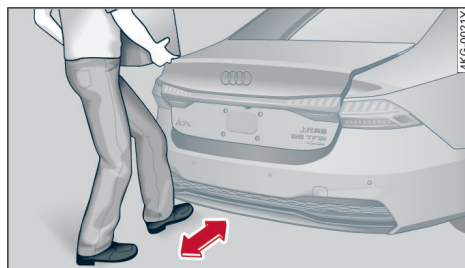

图 35 车尾：踢腿运动（实例）
- ▶ 把脚踢一下子运动到保险杠下方, 然后抽回 ⇨ 图 35。此时不要接触保险杠。请保证站稳。如果系统识别到此运动, 那么行李厢盖自动打开/关闭1)。如果再次做上述动作, 那么自动运行即被中断。